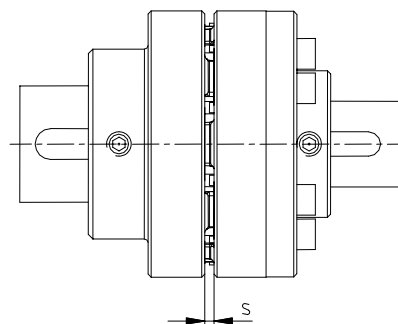

Fig. 25: Montaggio del giunto
- Spostare i gruppi di alimentazione nella direzione assiale fino a ottenere la dimensione s (vedere fig. 25).
- Se i gruppi di alimentazione sono già montati, il movimento assiale dei mozzi sugli alberi consente di regolare la dimensione s (vedere fig. 25).